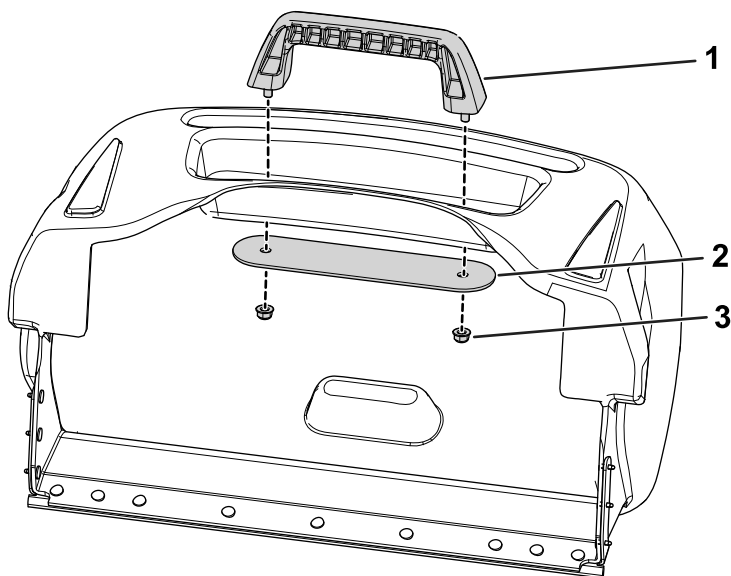

图 18
3. 从集草斗上卸掉手柄组件把手、支撑板和螺母图 18。
2. 使用之前卸下的螺栓将手柄和支撑板安装到集草斗上图 18。